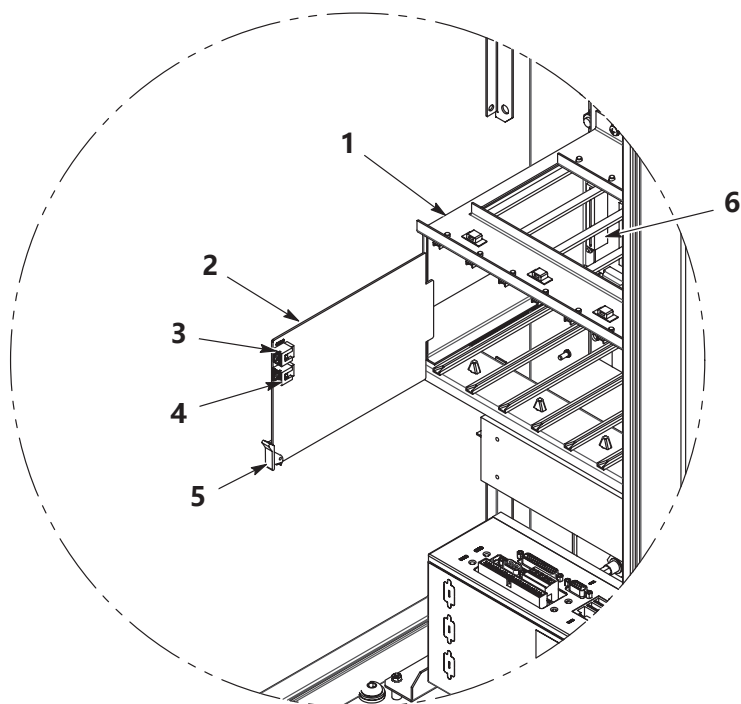

图 6-1 喷枪控制卡更换
参见图 6-1。将喷枪控制卡 (2) 从左到右安装在卡笼中。每张卡控制两支喷枪：底部插座用于奇数编号喷枪；顶部插座用于偶数编号喷枪。